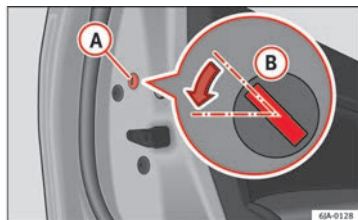

Fig. 47 Porta posteriore: bloccaggio di emergenza.
- Rimuovere il coperchietto **(A)** ⇒ fig. 47.